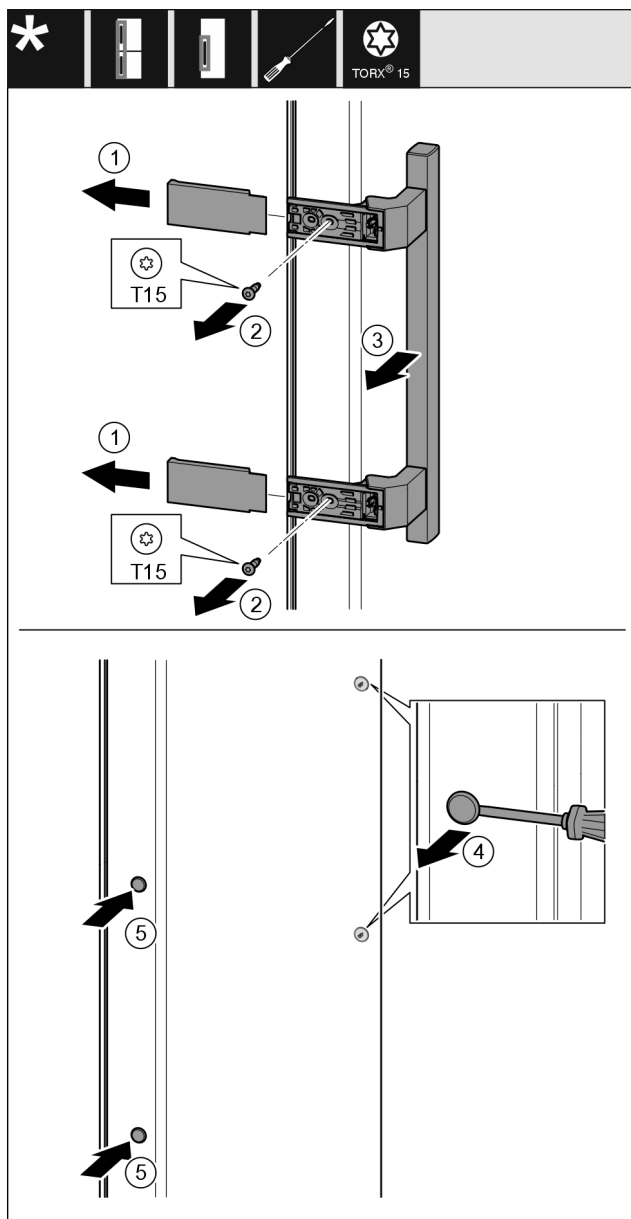

Fig. 22
- Izvucite poklopac Fig. 22 (1).
- Odvijačem odvrnite vijke Fig. 22 (2).
- Skinite ručku Fig. 22 (3).
- Odvijačem s ravnom glavom oprezno podignite bočni čep Fig. 22 (4) i izvucite ga.
- Ponovno umetnite čep Fig. 22 (5) na drugoj strani.